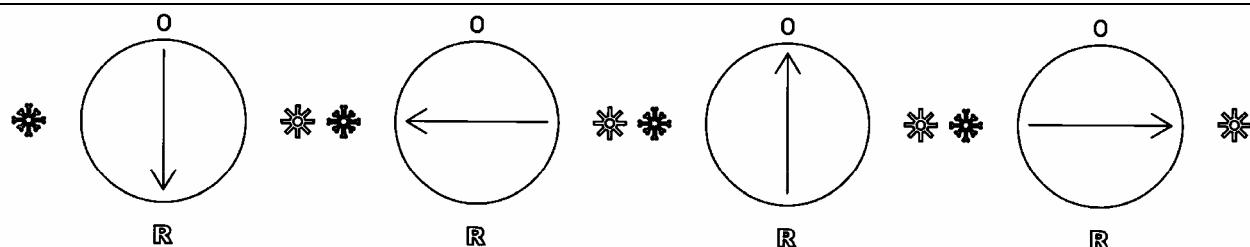

Рис.2
4) поставить переключатель режимов соответственно на летний (*) или зимний (*) режим (Рис.2)
Необходимо, чтобы во время этой операции регулятор режимов (Рис.2) находился в положении OFF (0).
Для выключения котла необходимо отключить электропитание прибора. Когда переключатель режимов (Рис.2) находится в положении «0» котел выключается (на дисплее высвечивается надпись OFF), но электрический контур котла остается под напряжением и активизируется функция «защита от замерзания» (параграф 8).
Для перезапуска котла установите переключатель режимов (Рис.2) на 2 сек в положение «R». При повторных срабатываниях данного устройства обратитесь в обслуживающую организацию.
ВНИМАНИЕ: Для осуществления новой попытки перезапуска котла необходимо установить переключатель режимов (Рис.2) на несколько секунд в положение OFF. Возможно осуществить только 5 попыток перезапуска котла, затем котел блокируется.
Внимание! Если переключатель режимов (Рис. 2) находится в положении "зима" (), возможно, придется подождать несколько минут при каждом срабатывании регулятора температуры системы отопления (позиция 2 Рис.1). Чтобы горелка повторно загорелась без задержки, переведите переключатель режимов в положение "0" и затем снова в положении "зима" ().